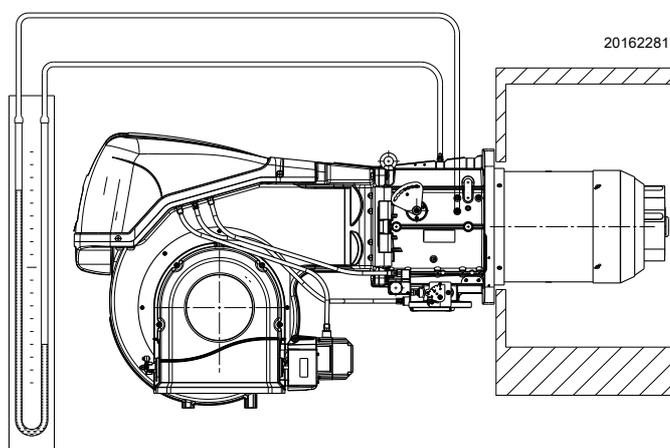

图 27
- ▶ 安装一个 U 型压力表或电子压力表 (图 27)，插座的 (+) 端为管路接口的燃气压力，(-) 端在炉膛内。